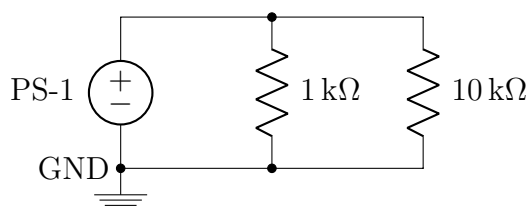

Figura 3
2. Monte agora o circuito mostrado no esquemático da Figura 3;